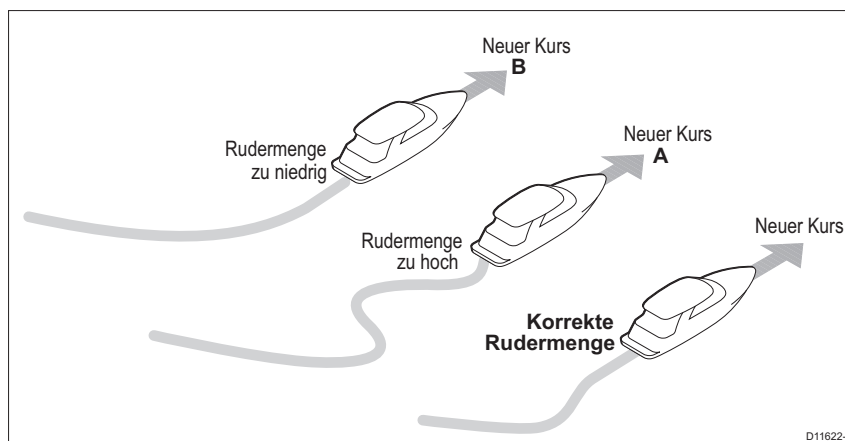

Abb. 2-3 Die Auswirkung von verschiedenen Rudermengenwerten
- Führt der Kurswechsel zu deutlichem Überschiessen (mehr als 5°) und/oder Sie sehen ein 'S' in der Kurslinie (wie in **A** in Abb. 2-3), so ist die Rudermenge zu hoch.
- Wird der Kurswechsel nur schwerfällig durchgeführt und es dauert sehr lange, die 40° Änderung zu vollenden, und Überschiessen ist nicht festzustellen (wie in **B** in Abb. 2-3), ist die Rudermenge zu niedrig eingestellt.